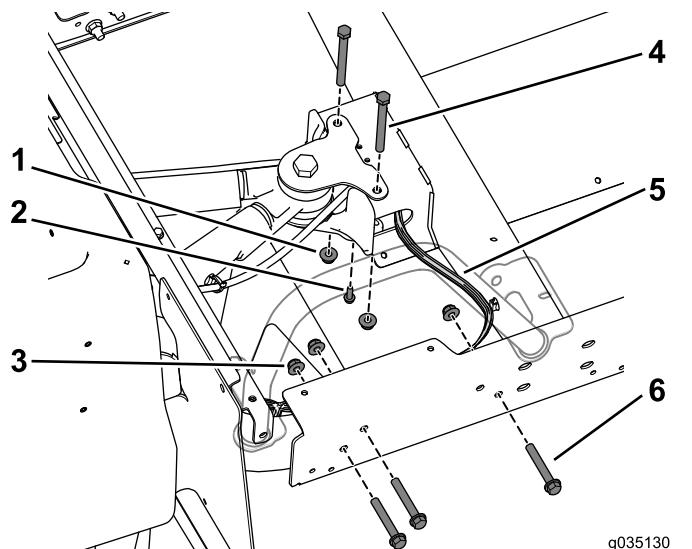

図 68
7. スイングアーム用のマウントをセンター・チャネルに固定しているボルトとフランジナットを外す図 68。